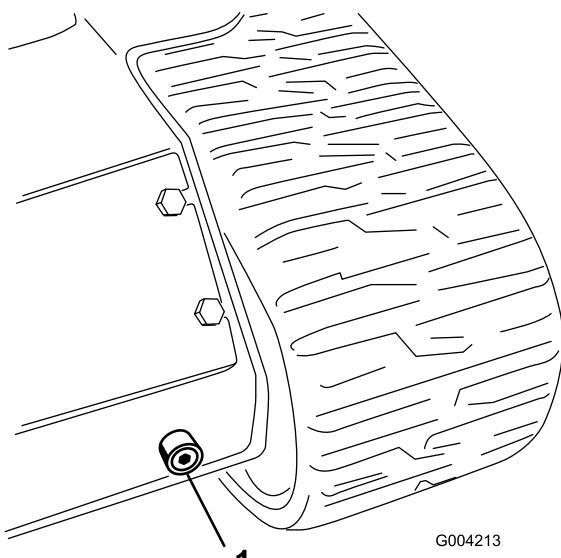

Figura 53
6. Coloque un recipiente grande (con capacidad para 56 litros [15 galones US]) debajo del tapón de vaciado situado en la parte delantera de la unidad de tracción (Figura 53).
7. Retire el tapón de vaciado y deje fluir el aceite al recipiente (Figura 53).